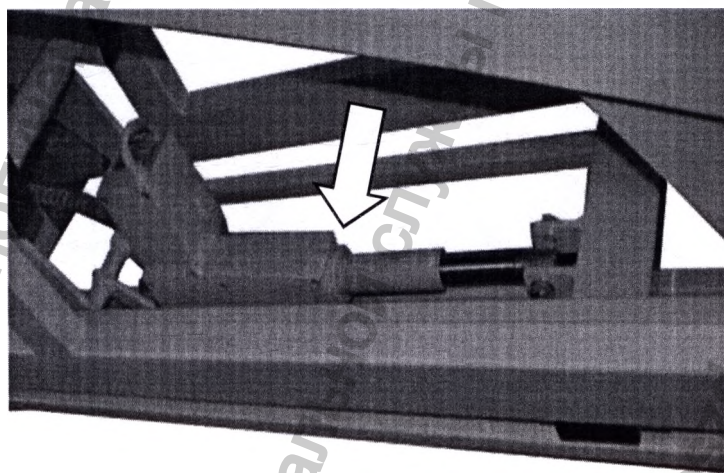

Рисунок 1 – Электропривод (актуатор) для изменения высоты стола
3. На нижней раме стола установлен электропривод (актуатор) (см. рисунок 1), который предназначен для плавной регулировки высоты ложа стола.